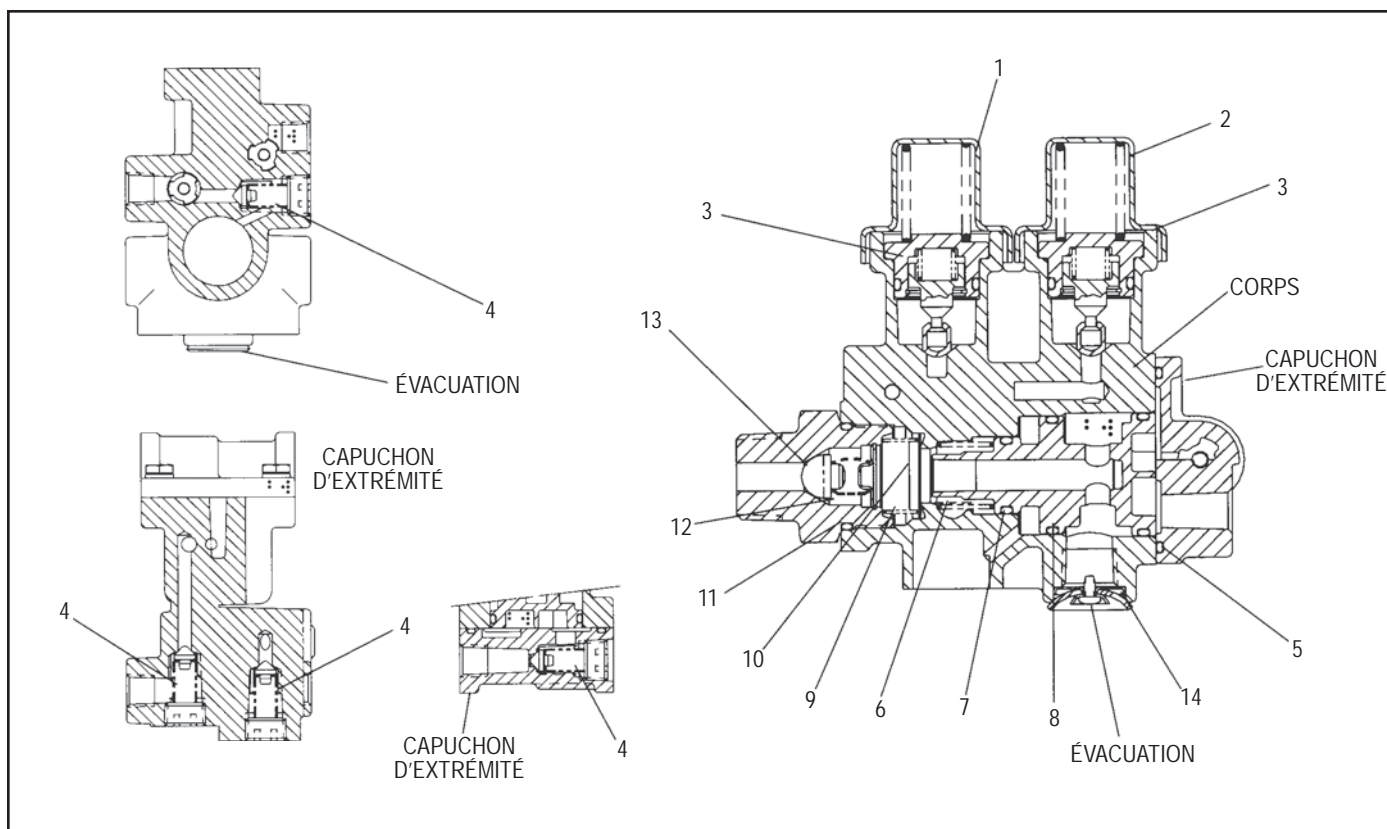

FIGURE 5 SCHÉMAS EN CARTOUCHE – VUES DES EMPLACEMENTS DES QUATRE ENSEMBLES DE SOUPAPE ANTIRETOUR (4)
DÉMONTAGE DE LA VALVE SR-4™ TYPE 2 (SE REPORTER À LA FIGURE 5)
2. Utiliser des pinces pour saisir la surface soulevée des deux ensembles de pistons (3) et les déposer de l'enveloppe du corps de la valve.
3. Se reporter à la Figure 5. Avec une clé Allen de 7,94 mm (5/16 po), déposer les quatre bouchons de tuyau de 9,52 mm (3/8 po) de la valve SR-4™. (Trois sont situés dans le corps principal et un est le bouchon d'extrémité.) Les remorques sans fonction antiaccumulation n'auront pas de soupape antiretour dans le couvercle d'extrémité. Déposer les quatre ensembles de soupape antiretour (4), une sous chacun des bouchons de 9,52 mm (3/8 po).
4. Prendre note et marquer la position du couvercle d'extrémité sur le corps. Déposer les quatre vis d'assemblage qui retiennent le couvercle d'extrémité. Déposer le couvercle d'extrémité du corps. Déposer l'anneau de scellement (5) du couvercle d'extrémité.
5. Déposer le gros piston de son alésage en saisissant la toile avec une paire de pinces et en tirant. Déposer le ressort (6) de la base de l'alésage. Déposer les joints toriques (7 et 8) du piston.
6. Déposer l'ensemble de soupape antiretour du corps principal en serrant légèrement le corps dans un étau et en tournant l'ensemble de la soupape dans le sens antihoraire avec une clé de 31,7 mm (1-1/4 po). Déposer le ressort (9) et la soupape d'aspiration/d'échappement (10) du logement. Déposer le joint torique (11) du diamètre extérieur de l'ensemble de la soupape.
ASSEMBLAGE DE LA VALVE SR-4™ TYPE 2 (SE REPORTER À LA FIGURE 5)